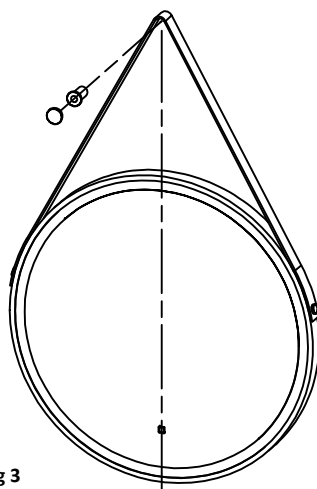

Fig 3
- 5) Une fois le miroir en place, marquez soigneusement la position du crochet de support de la sangle à l'aide d'un crayon doux, en vous assurant que la sangle est tendue et que le crochet est centré par rapport au miroir (voir Fig. 3).